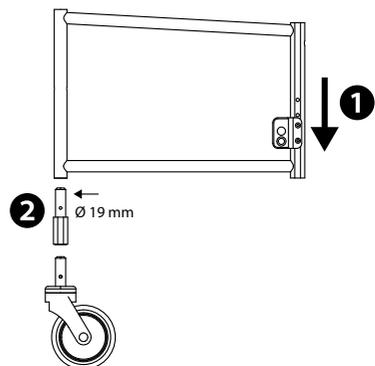

Abb.19
2. Lösen Sie die Hinterrad Adapterplatten und positionieren diese in die unteren beiden Rahmenbohrlöcher (1, Abb. 19).
4. Setzen Sie sodann die zwei Höhenadapter (\varnothing 19 mm) bei den Lenkrollen ein (2, Abb. 19) und verschrauben Sie diese mit dem Rahmen.